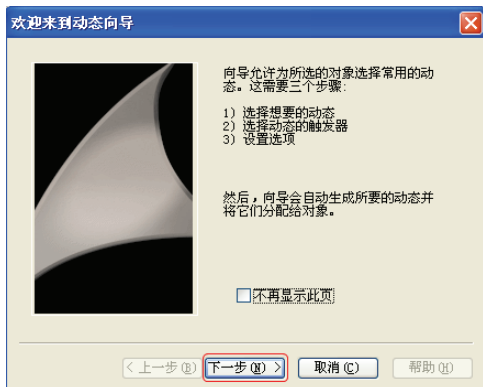

图 5-31 “欢迎来到动态向导”对话框
3) 如图 5-31 所示，在“欢迎来到动态向导”对话框单击“下一步”按钮，弹出“选择触发器”对话框，如图 5-32 所示，选择“鼠标左键”触发，再单击“下一步”按钮，弹出“设置选项”对话框，如图 5-33 所示。单击按钮，弹出“画面浏览器”对话框，选定“B.Pdl”，单击“确定”按钮，如图 5-34 所示，再单击“下一步”按钮，弹出“完成”对话框，如图 5-35 所示，单击“完成”按钮即可。